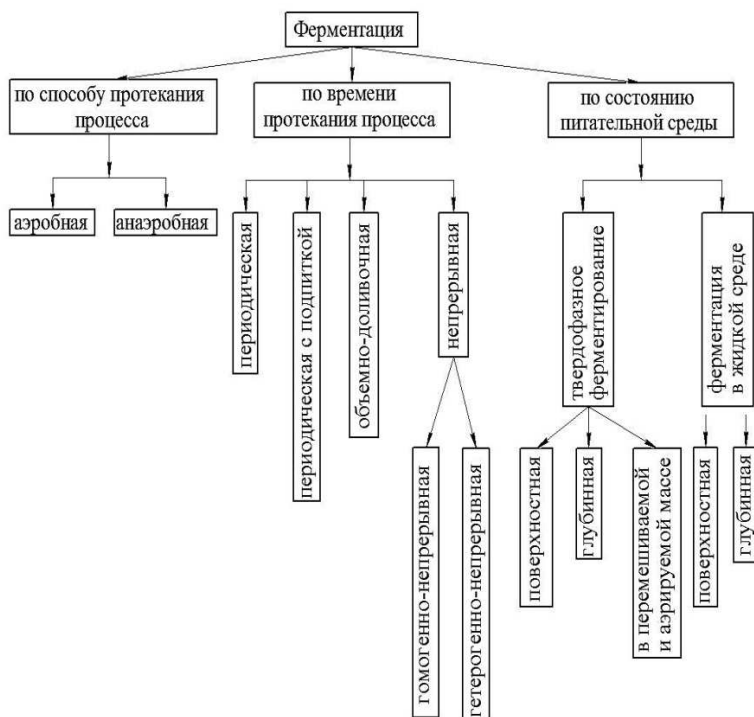
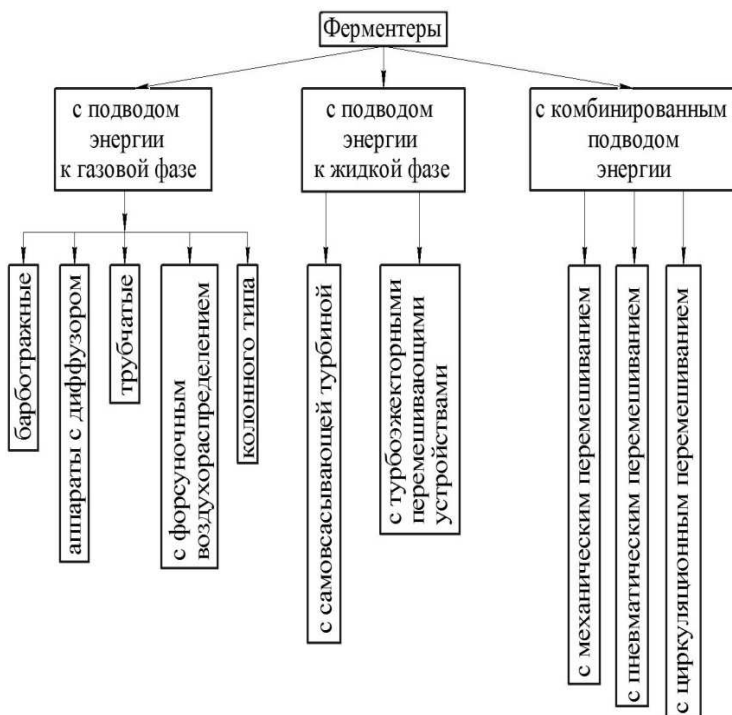

Рисунок 1 – Классификация процессов ферментации
Рисунок 2 – Классификация ферментеров
С целью выбора вида ферментации и соответствующего оборудования проведен анализ и на его основании нами классифицированы существующие виды ферментации (рис. 1) и ферментеров (рис. 2).
Ферментация (культивирование) может протекать как в аэробных, так и в анаэробных условиях (рис. 1).
По времени протекания процесса можно выделить следующие виды ферментации: периодическая, периодическая подпиткой, объемно-доливочная и непрерывная (рис. 1).
Непрерывный процесс ферментации, в свою очередь, разделяется на гомогенный и гетерогенно-непрерывный (рис. 1).
Твердофазная ферментация, в твердой, сыпучей либо пастообразной среде влажностью от 30 до 80 % осуществляется тремя способами (рис. 1):
Для каждого вида процесса ферментации разработаны различные конструкции ферментеров (рис. 2).
- 3) ферментеры с комбинированным подводом энергии (рис. 2).